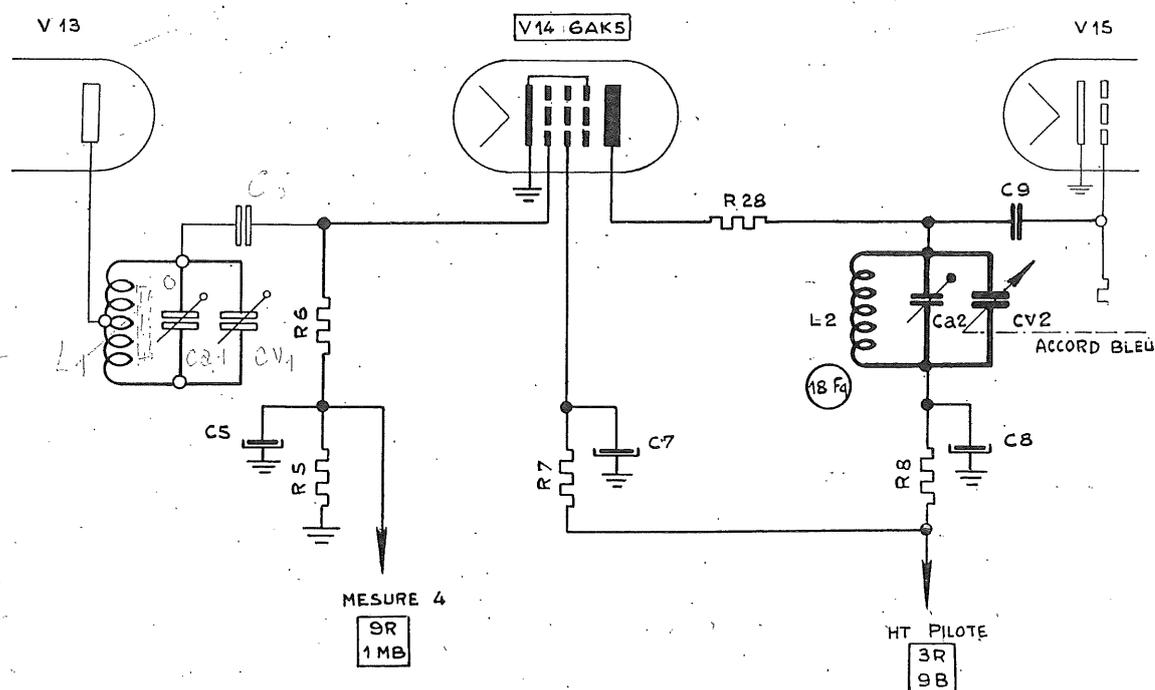

Fig. 2 - *Multiplicateur de fréquence*
b) *multiplicateur de fréquence* (fig. 2)